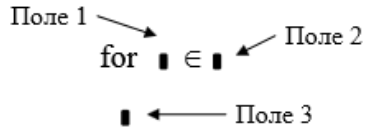

Рис. 8.8. Структура оператора циклу *for*
- Клацнути по кнопці *for* набірної панелі програмування, в результаті чого на екрані з'являться поля введення, зображені на рис.8.8.